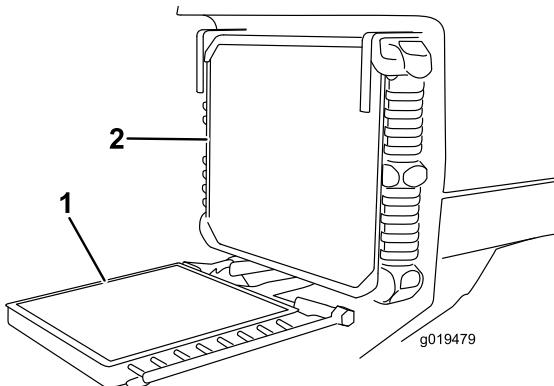

図 74
3. オイルクーラのノブをゆるめてクーラを後ろに傾ける 図 74。オイルクーラとラジエターの裏表を圧縮空気で丁寧に清掃する。水を使用しないことフードを明け 機体後部に向けてゴミを吹き飛ばす清掃が終了したらオイルクーラを元に戻しノブを締める